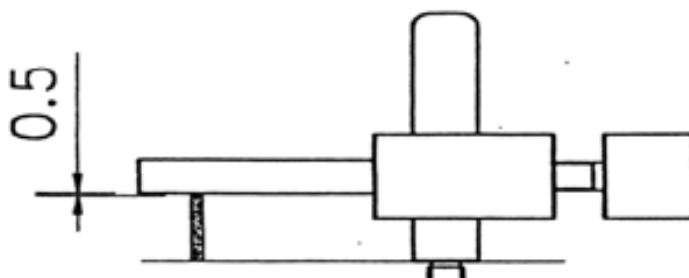

Рис.15
- Во-первых, отрегулируйте зазор равным 0,5 мм см. рис.15. Убедитесь, что кромочная лента может свободно проходить через зазор без какого-либо отклонения.